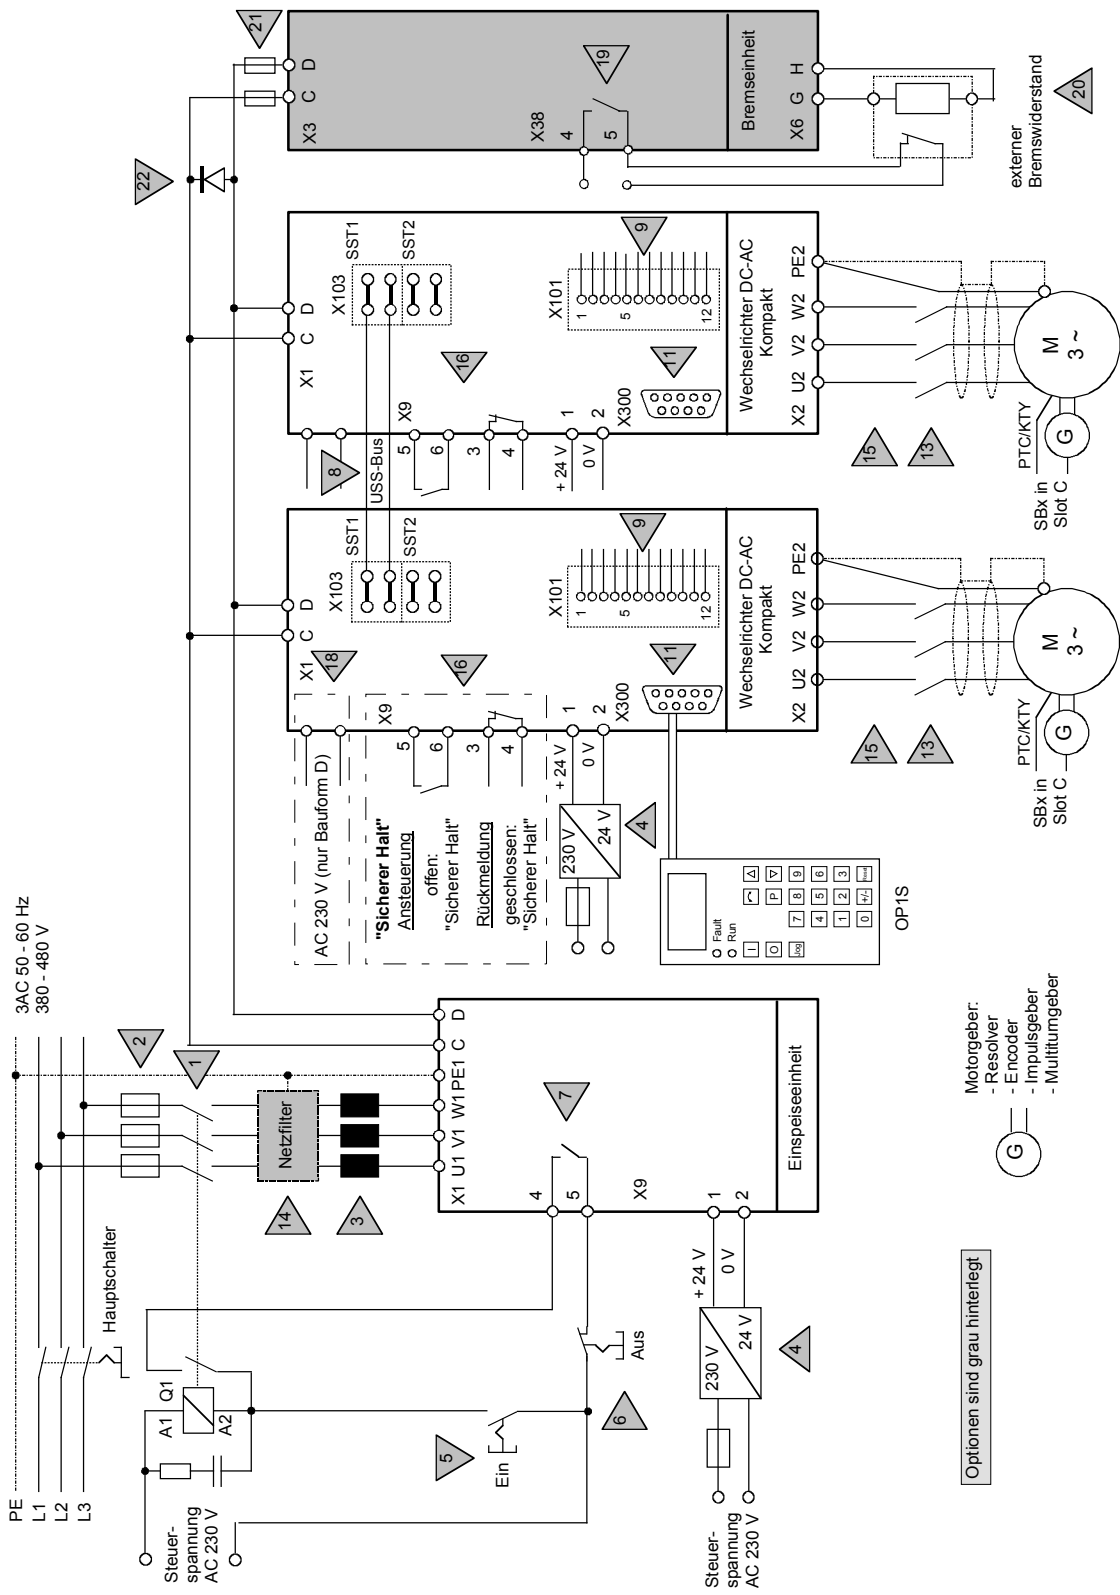

Bild 2-5 Aufbaubeispiel Mehrachs Antrieb mit Kompaktgeräten
- Mehrachs Antrieb mit Kompaktgeräten (siehe Bild 2-5 auf Seite 2-10)